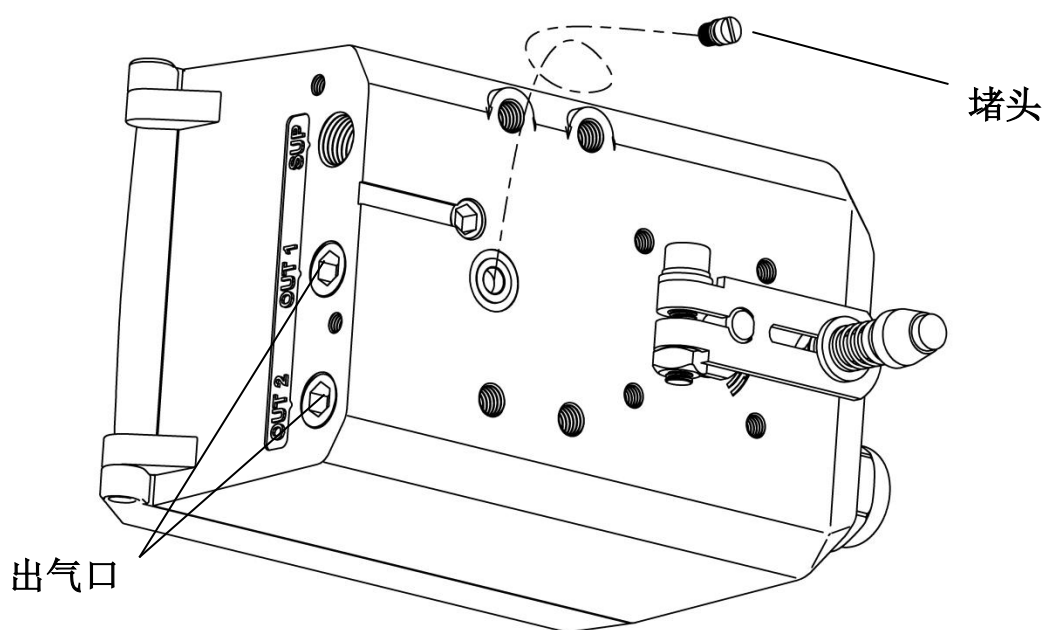

图 29. 堵头和出气口示意图
- 用一字螺丝刀拆除壳体背面的无管路连接口的堵头，用 1/4" 堵头堵住出气口 OUT1 和 OUT2。如图 29 所示。